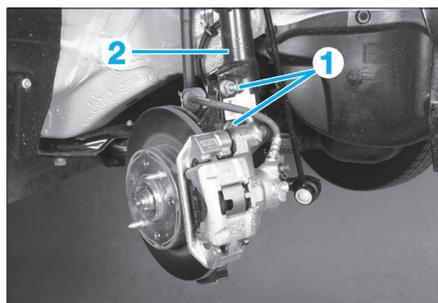

FIG. 2
- les vis de fixation inférieures (1) de l'élément de suspension (2) (Fig.2).